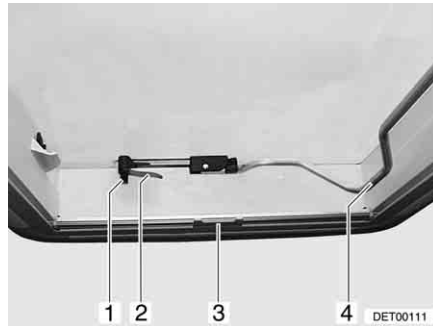
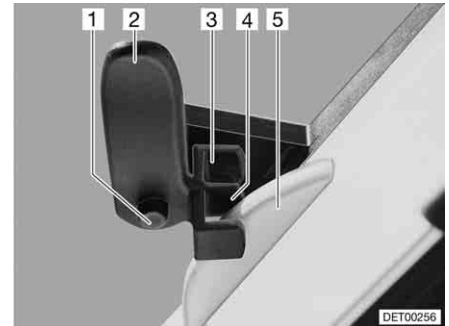

Bild 64 Heki-Dachhaube, geschlossen
Bild 65 Heki-Dachhaube in Lüftungsstellung 1
Öffnen: ■ Sicherungsknopf (Bild 64,1) drücken und Verriegelungshebel (Bild 64,2) eine viertel Umdrehung nach innen drehen.
■ Bügel (Bild 64,4) nach unten aus der Arretierung ziehen.
Schließen: ■ Bügel (Bild 64,4) nach unten aus der Arretierung ziehen.
■ Verriegelungshebel (Bild 64,2 und Bild 65,2) eine viertel Umdrehung drehen. Die Nase der Dachverriegelung (Bild 65,5) muss dabei in die obere Verriegelungsgabel (Bild 65,3) eingreifen.
■ Sicherungsknopf (Bild 65,1) drücken und Verriegelungshebel (Bild 65,2) zurückdrehen. Die Nase der Dachverriegelung (Bild 65,5) muss dabei in die untere Verriegelungsgabel (Bild 65,4) eingreifen.